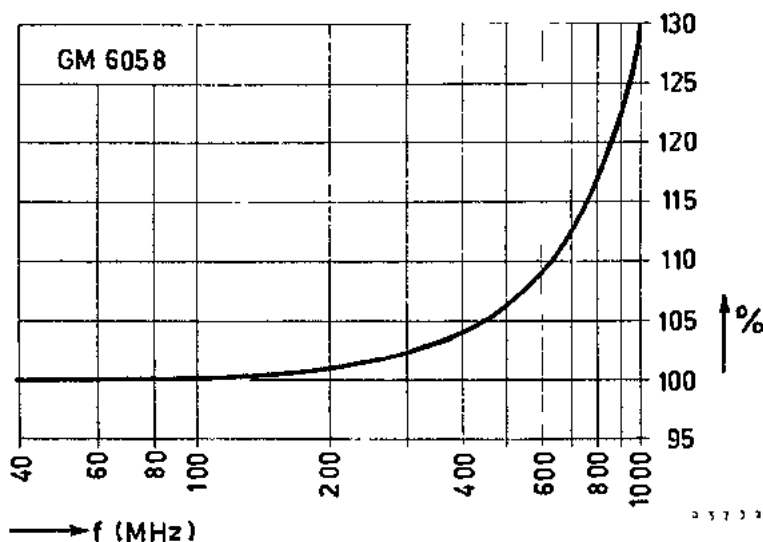

Fig. 14b
- Amplitudekarakteristiek : Deze is vlak van 40 Hz tot 100 MHz. Fig. 14b geeft een indruk van de afwijking bij hogere frequenties (opgenomen met een coaxiale meetopstelling)